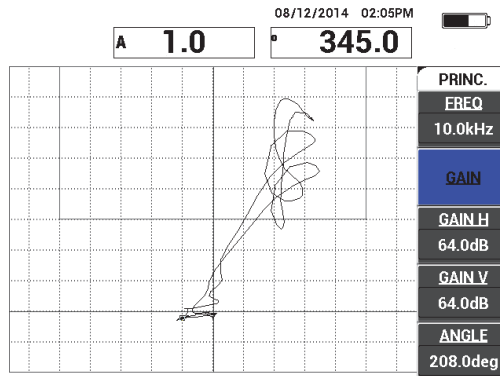

Figure 6-68 Deuxième balayage au-dessus du défaut
4. Placez l'extrémité de la sonde sur une zone sans défauts, appuyez de nouveau sur la touche CAL NULL (\oplus), et puis balayez lentement au-dessus du défaut. Assurez-vous que la détection est satisfaisante et, au besoin, réglez les paramètres GAIN, GAIN H ou GAIN V (voir la Figure 6-68 à la page 187).